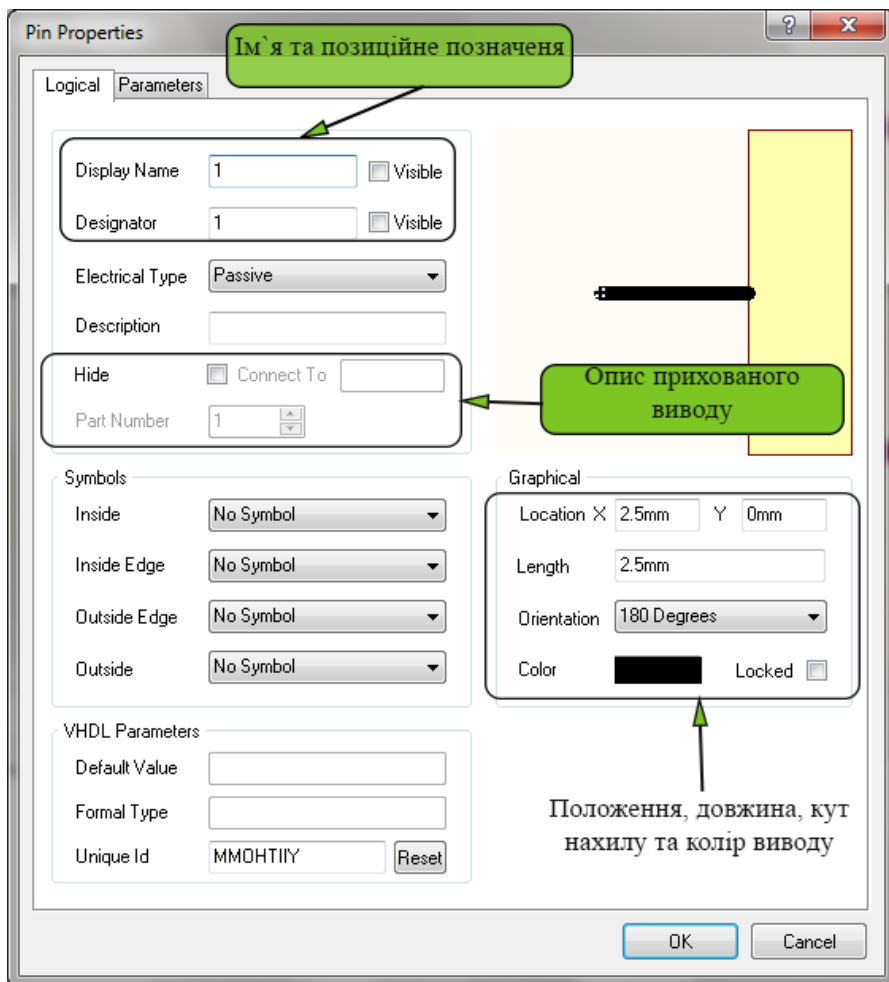

Рисунок 2.8 – Властивості виводу компонента
4. Тепер потрібно встановити виводи компоненту. Спочатку встановлюємо крок сітки 2.5 мм за допомогою клавіші G, потім за допомогою підменю Place > Pin розміщуємо виводи компонента та змінюємо властивості кожного з них відповідно до рис. 2.8 відкривши вікно за допомогою клавіші Tab.